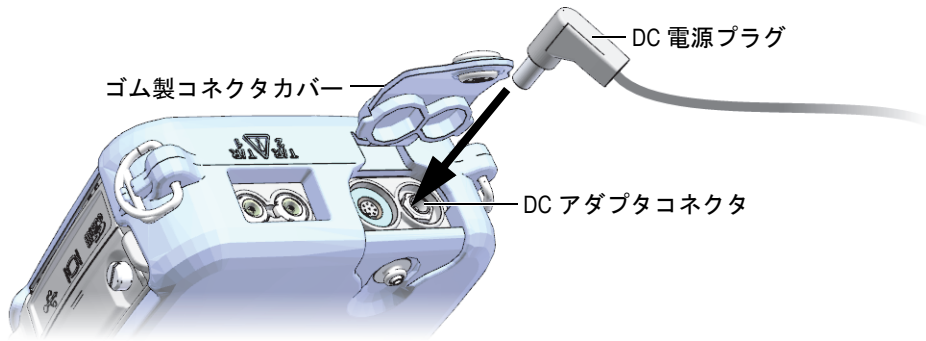

図 2-3 DC 電源プラグの接続
2. 38DL PLUS で、38DL PLUS の上部の DC アダプタコネクタを覆っているゴム製カバーを持ち上げます (39 ページ図 2-3 参照)。
3. チャージャー / アダプタからの DC 電源プラグを DC アダプタコネクタに接続します (39 ページ図 2-3 参照)。